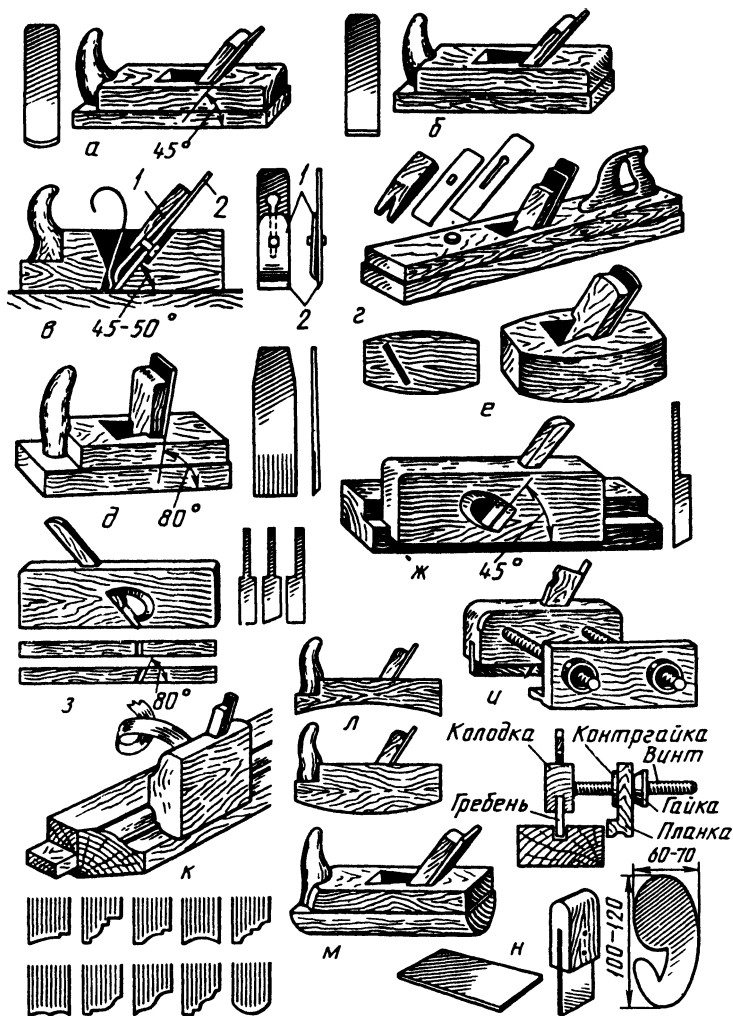

Рис. 4.38
- Рубанок, шерхебель, шпунтубель, галтель, цинубель, зензубель . . . Все эти инструменты объединяются одним словом — струги. Назначение их можно оценить по рис. 4.38, где а — шерхебель; б — рубанок; в — рубанок с двойной железкой (1 — горбачик, 2 — железка); г — фуганок; д — цинубель; е — торцевой; ж — фальцгебель; з — зензубель; и — шпунтубель; к — калевка с набором железок; л — горбачи; м — галтель; н — цикли.